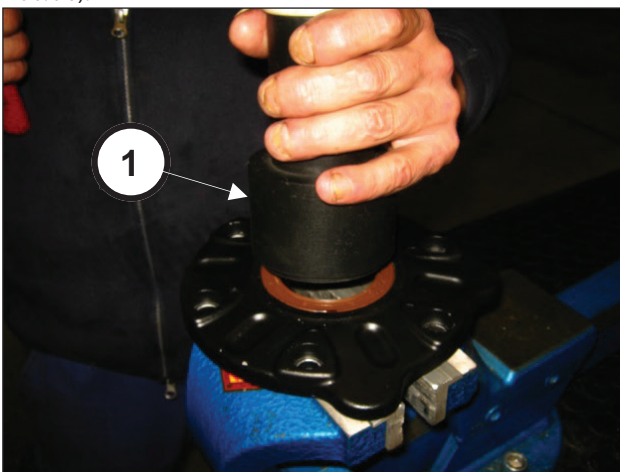

Abb. 90
Setzen Sie den Ölabstreifring in den Ritzeldeckel ein. Verwenden Sie hierfür das Werkzeug Art. 27634900 (Pos. ①, Abb. 90).